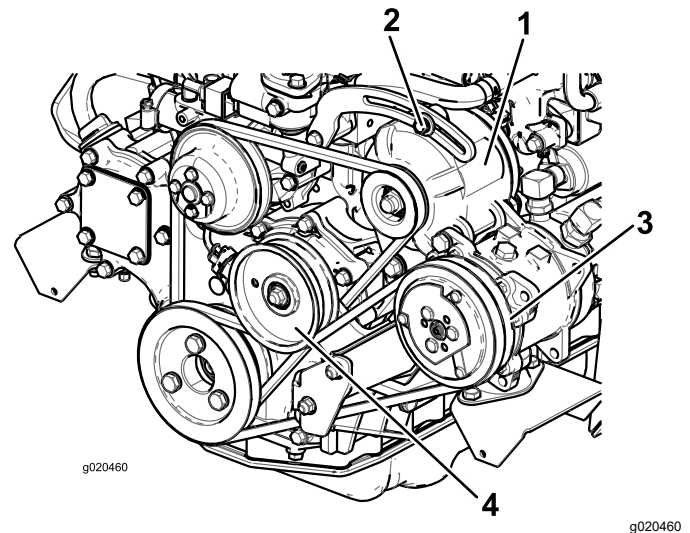

Figura 82
Si la desviación no es de 10 mm, afloje los pernos de montaje del alternador (Figura 82).
Compruebe la condición y la tensión de la correa (Figura 82) cada 100 horas de operación.
2. Si la desviación no es de 10 mm, afloje el perno de montaje de la polea tensora (Figura 82). Aumente o reduzca la tensión de la correa del compresor y apriete el perno. Verifique de nuevo la desviación de la correa para asegurarse de que la tensión es la correcta.